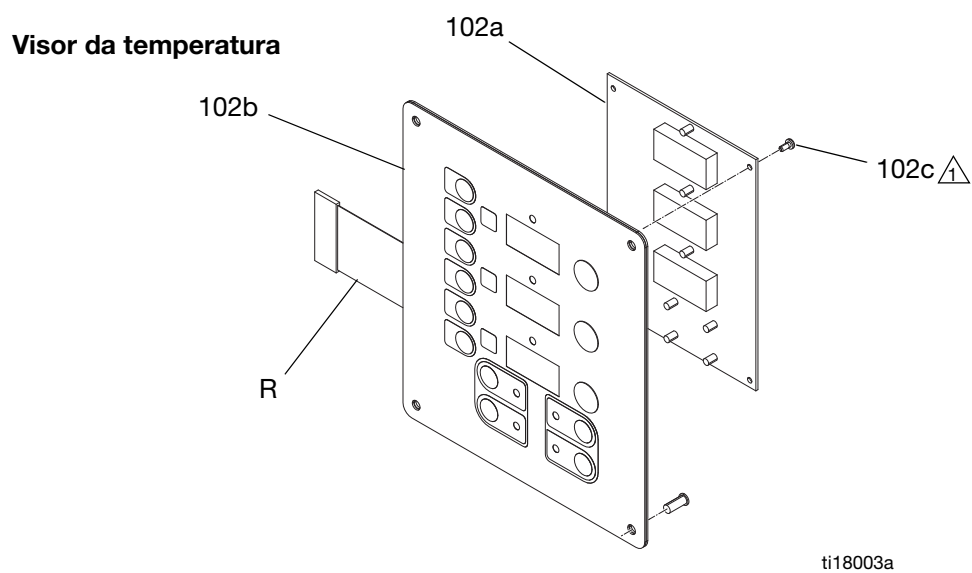

FIG. 17. Módulo do visor
5. Desligue o cabo do visor principal (106) no canto inferior esquerdo do módulo do visor; consulte a FIG. 17, página 40.
6. Retire os parafusos (116) e a tampa (105); consulte a FIG. 17, página 40.
7. Desligue o conector do cabo da parte de trás do visor da temperatura (102). Consulte a FIG. 17, página 40.
8. Desligue o(s) cabo(s) de fita (R) da parte de trás do visor; consulte a FIG. 17, página 40.
9. Remova as porcas (103) e a placa (101).
10. Desmonte o visor, consulte pormenores na FIG. 17, página 40.
12. Desloque o jumper (119) para J1 na placa do visor de substituição. Consulte a FIG. 17, página 40.
13. Volte a montar na ordem inversa, consulte a FIG. 17, página 40. Aplique vedante de roscas de força média. Certifique-se de que o fio de terra do cabo do visor (G) está fixo entre a bucha do cabo e a tampa (105) com os parafusos (107).